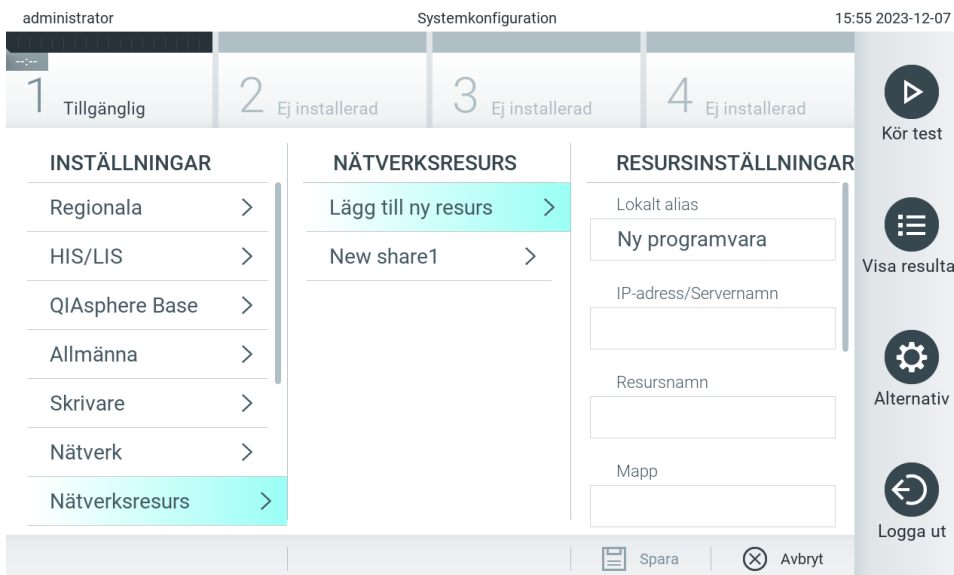

Bild 68. Lägga till en nätverksresurs.
- Tryck på knappen Add new share (Lägg till ny resurs) (bild 68)